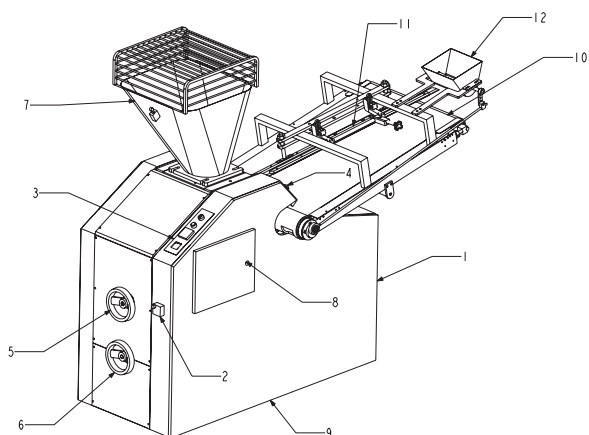

Figure 1. Parties de la machine.
Se il pulsante rosso dell'arresto d'emergenza della macchina (n.4 Fig. 1) è stato pulsato la macchina non funziona, per sbloccarlo è sufficiente girarlo nel senso della freccia.
1. *Quotidiano:* Controlli il livello d'olio. Per mezzo della porta (n.9 Fig. 1) si può arrivare al serbatoio d'olio, questo è trasparente, così il livello d'olio può essere visto. Il livello d'olio deve essere sul minimo indicato sempre.
Le bouton rouge d'arrêt de secours (n.4 Fig. 1) annule complètement le fonctionnement de la machine, si celui-ci est à fond, la machine ne fonctionne pas, pour le desserrer il suffit de le tourner dans le sens de la flèche.
1. *Quotidiennement:* Vérifiez le niveau d'huile. Au moyen de la porte (n.9 Fig. 1) le réservoir de l'huile peut être atteint, c'est transparent, donc le niveau d'huile peut être vu. Le niveau d'huile doit être toujours sur le minimum indiqué.